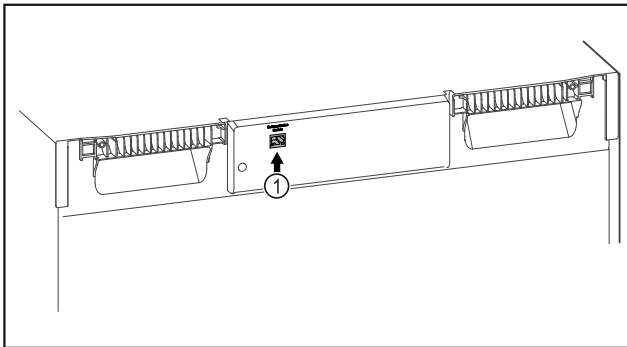

Fig. 84
- SmartModule Fig. 84 (1) er sat i.